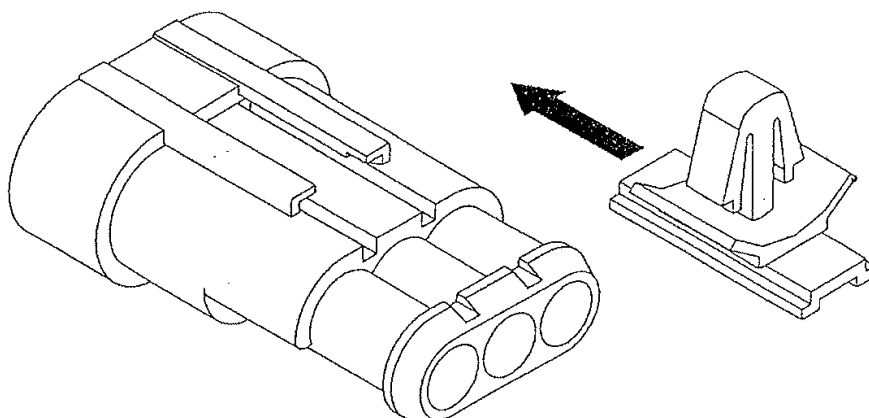

FIG.10
3) Option de montage sur un panneau (FIG.10)